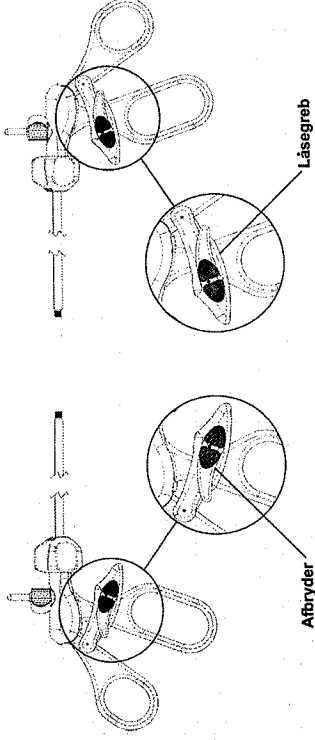

Fig. 3
1. Skub afbryderen (se fig. 3) fremad for at tilkoble spærrefunktionen.